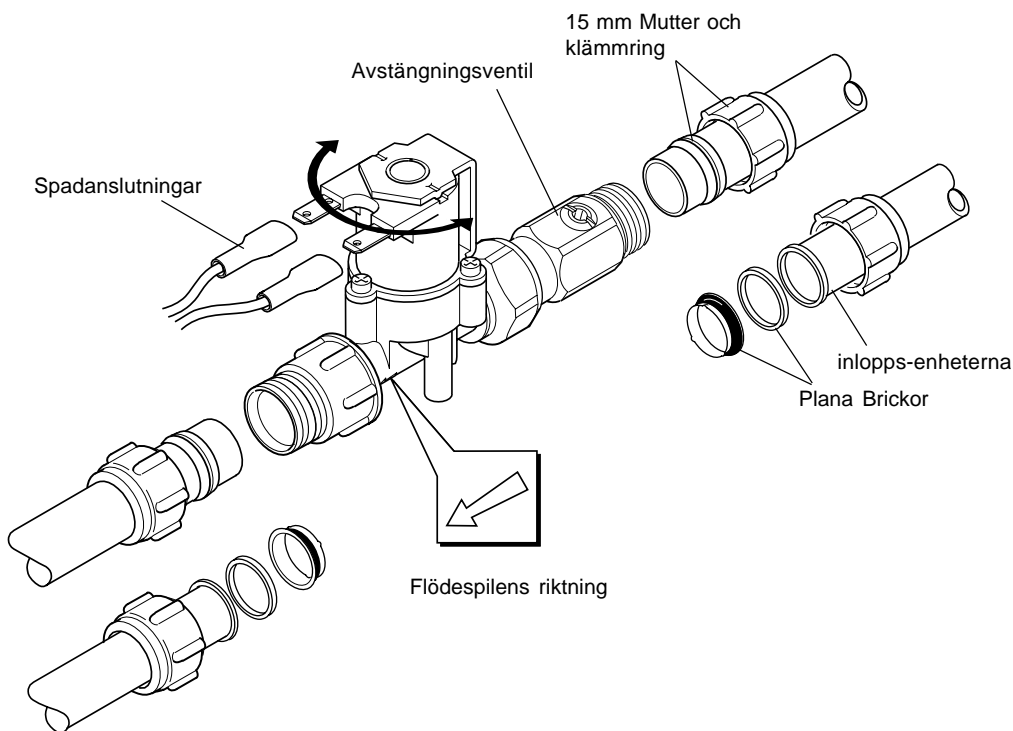

Bild 2
1. Anslut rören till ventilens in och utlopp. För 15 mm klämmningsanslutningar använd muttrarna och klämmringarna. För ½" BSP unionsanslutningar placera de plana insättningarna på inlopps/utlopps enheterna. Se till att vattenflödet följer den riktning som visas med pilen på ventilen (Se **Bild 2**).